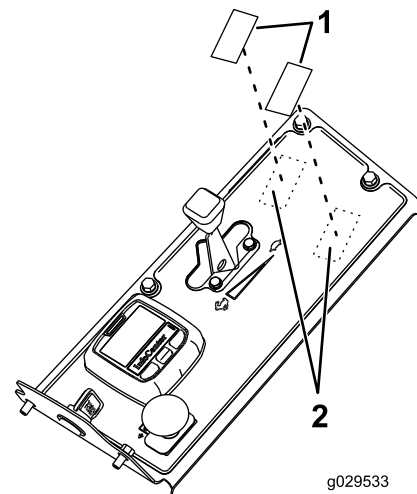

Bild 23
- Entfernen Sie die zwei Drückplatten, die sich oben auf dem Armaturenbrett befinden (Bild 23).